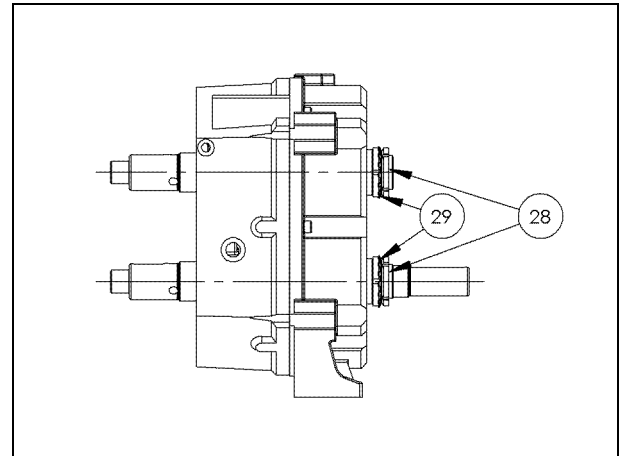

Fig. 16-17. Montaggio cassa ingranaggi (fase 4).
24. Infilare le due rosette di sicurezza (P. 29) (Fig. 16-17) e schiacciare con un punteruolo o cacciavite un'aletta della rosetta dentro un vano della ghiera;
25. Avvitare le altre due ghiere (P. 28) usando chiave a settore HN9 (Fig. 16-17) fino a quando un vano della ghiera combacia con un'aletta della rondella di sicurezza. Quindi piegare aletta nel vano;